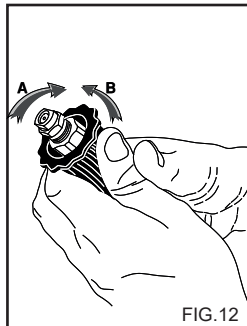

FIG.12
UTILISATION DU BOUTON DE REGLAGE (Accessoire optionnel) (fig. 12)
Ce chapitre concerne uniquement les modèles pourvus du dispositif "Régulateur de pression". Le dispositif régulateur de pression (fig. 12) permet de régler la pression de service. En faisant tourner le bouton C dans le sens contraire des aiguilles d'une montre (B) (minimum), on obtient une réduction de la pression de service.